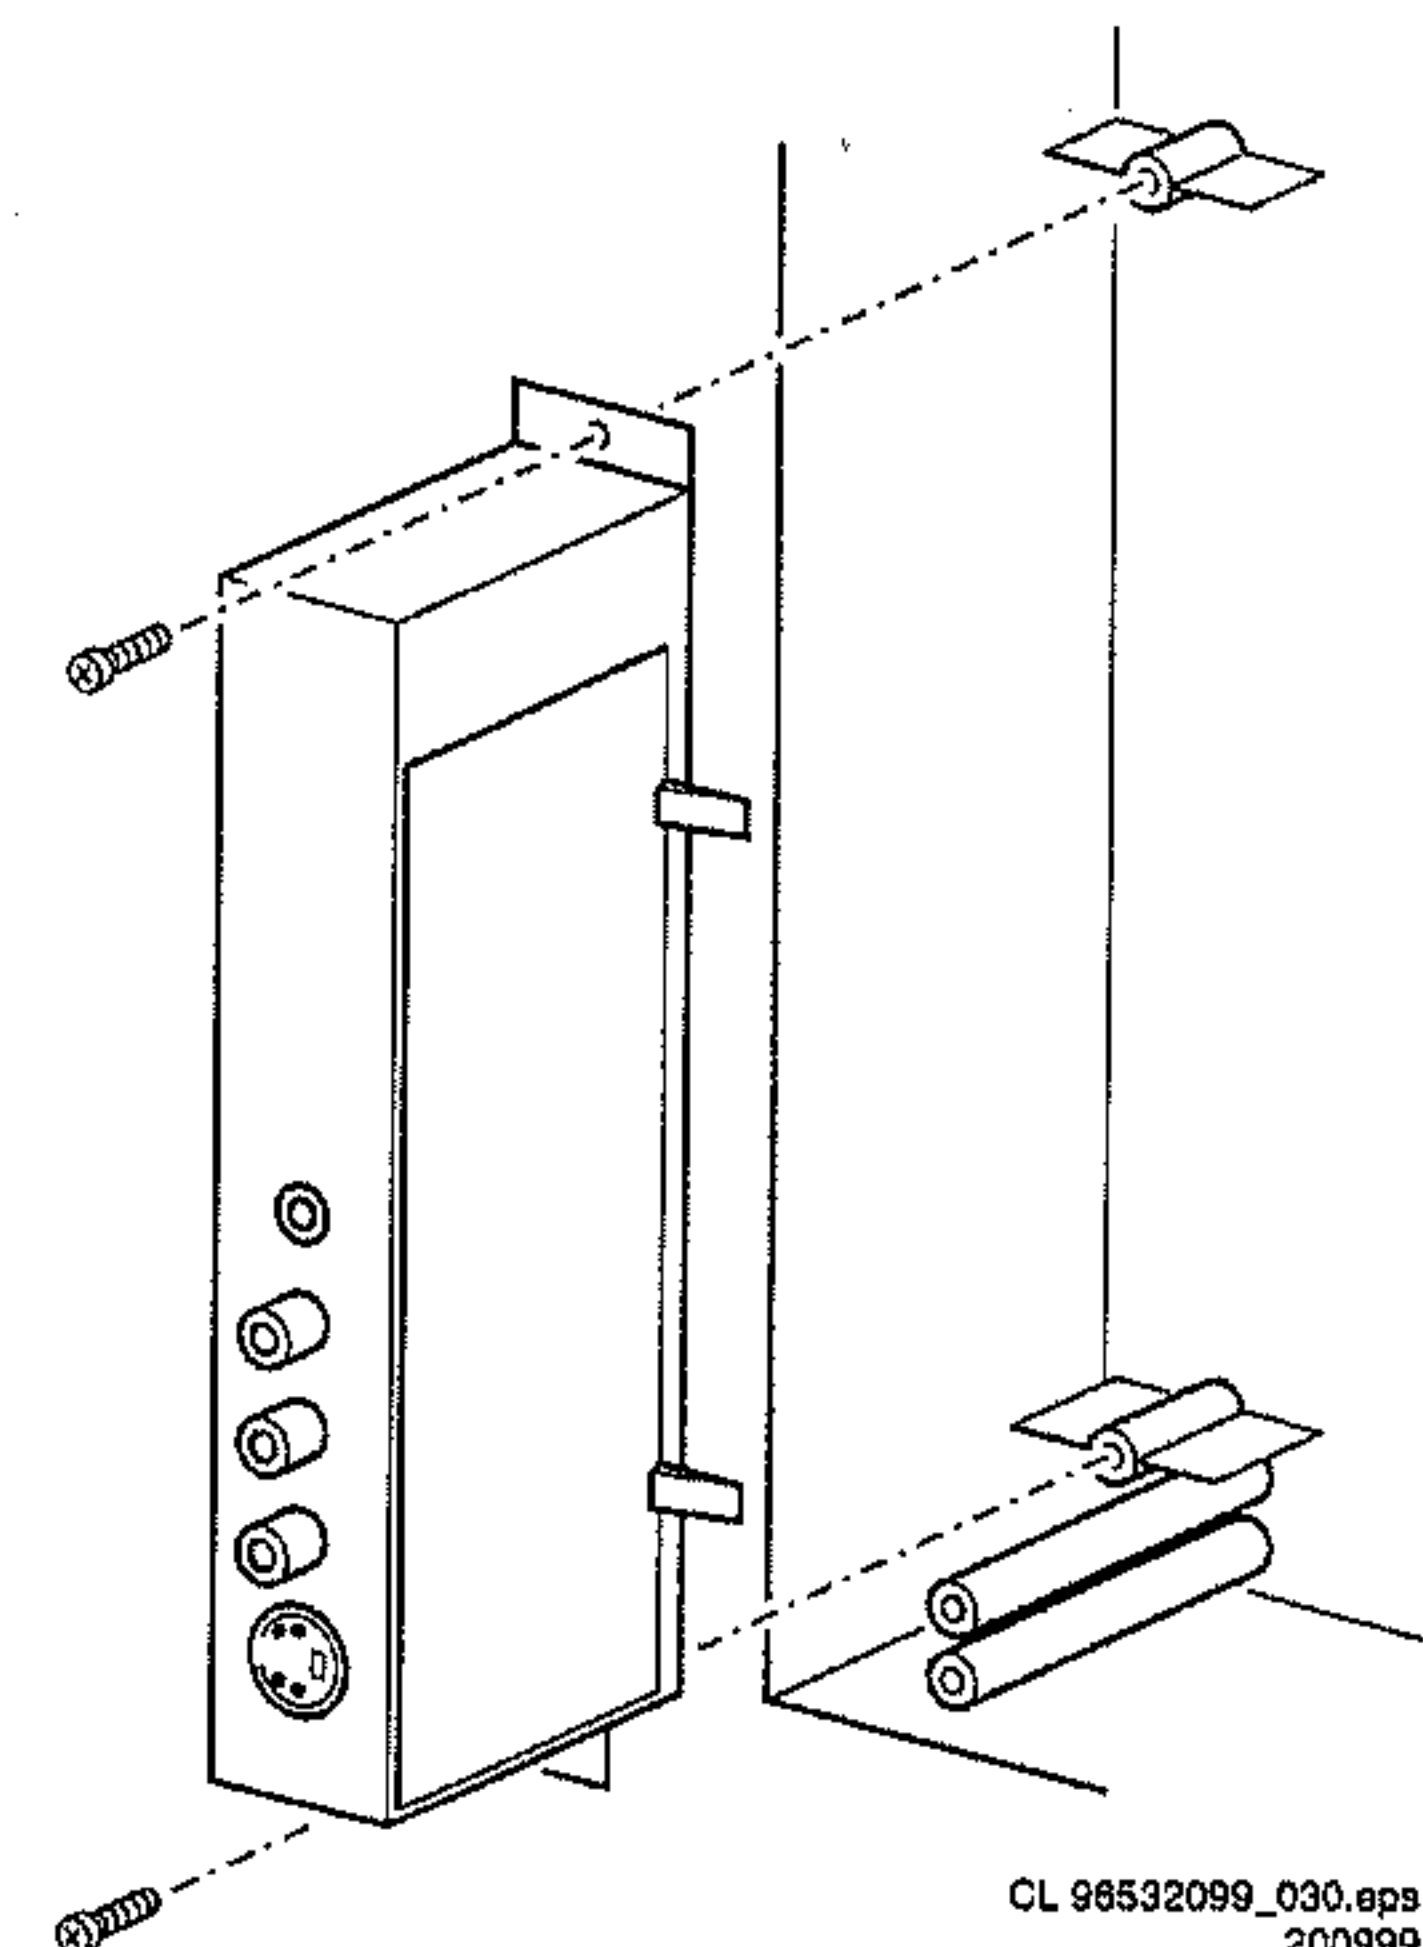

Abbildung 4-8
1. Entfernen Sie die 2 Schrauben. Die vollständige E/A-Seitenbaugruppe kann jetzt aus dem Gehäuse entfernt werden (siehe Abb. 4-8).